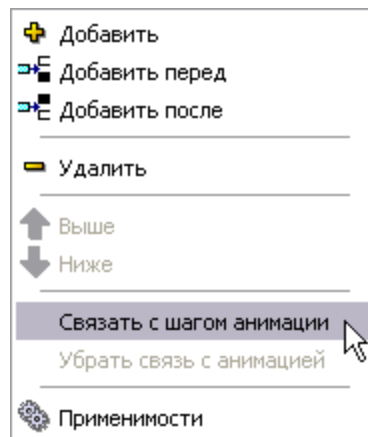

Рис. 7.66
3. Вызовите контекстное меню шага. Выберите команду **Связать с шагом анимации** (Рис. 7.66).